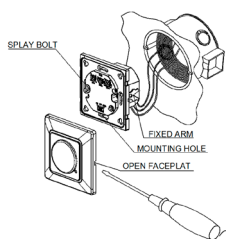

Рисунок 2
- Установите датчик во коробке скрытого монтажа (см. рисунок 2, 3)